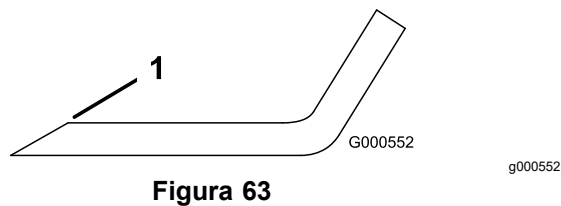

Figura 63
1. Utilize uma lima para afiar aresta de corte em ambas as extremidades da lâmina (Figura 63).
Nota: Se lâmina não estiver equilibrada, lime algum metal da extremidade da aba apenas (Figura 63).